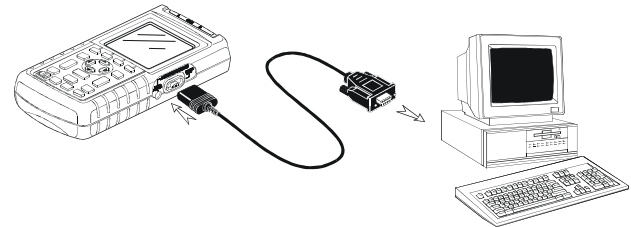

Figura 1-24. Conexión a un ordenador
- Utilice el cable/adaptador de RS-232 optoaislado (PM9080) para conectar un ordenador al PUERTO ÓPTICO del instrumento de medida. Consulte la figura 1-24.